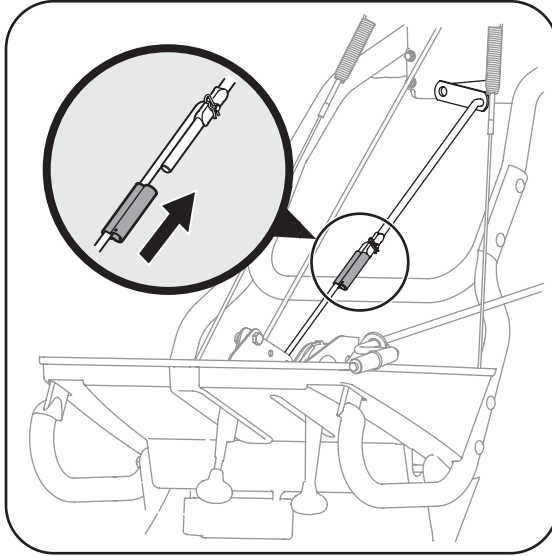

Figure 3-6
- Alignez les tiges du levier de vitesses inférieure et supérieure et abaissez le raccord des tiges sur l'extrémité de la tige du levier de vitesses inférieure. Tapez sur le raccord jusqu'à ce qu'il passe bien à travers la tige du levier de vitesses inférieure. Voir la Figure 3-6.